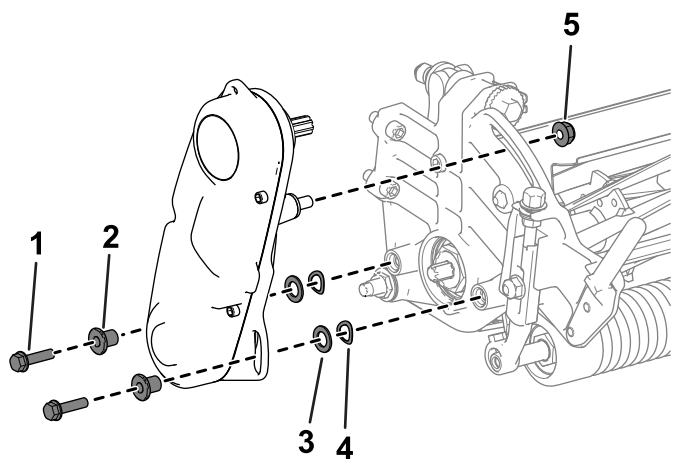

Figura 3
- Îndepărtați elementele care fixează ansamblul de acionare a cilindrului pe placa laterală (Figura 3).
- Îndepărtați ansamblul de acionare a cilindrului, aibele plate, aibele grower i distanțierul de pe placa laterală (Figura 3).